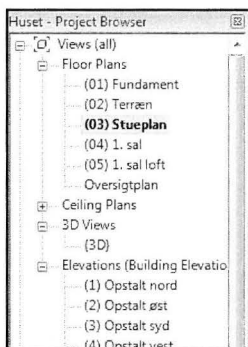

Fig. 10.03.
- Stå i (03) Stueplan i *Project Browseren* (Fig. 10.03).